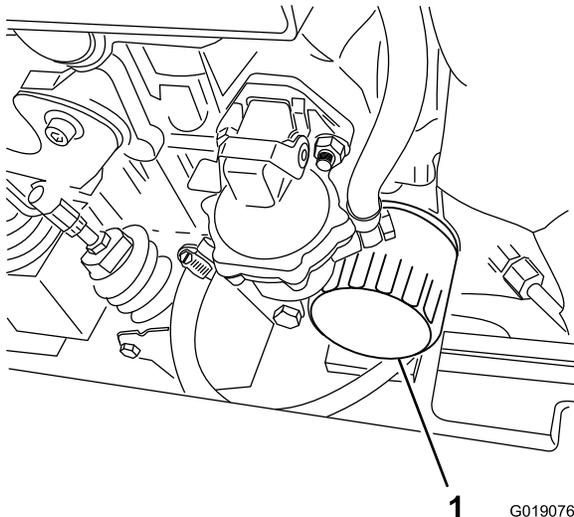

Figura 58
1. Coloque un recipiente poco hondo o un paño debajo del filtro para recoger el aceite (Figura 58).
2. Gire el filtro de aceite en sentido antihorario y retire el filtro de aceite usado (Figura 58).
5. Instale el filtro de aceite nuevo en el adaptador del filtro. Gire el filtro en el sentido de las agujas del reloj hasta que la junta de goma entre en contacto con el adaptador del filtro, luego apriete el filtro media vuelta más (Figura 58).